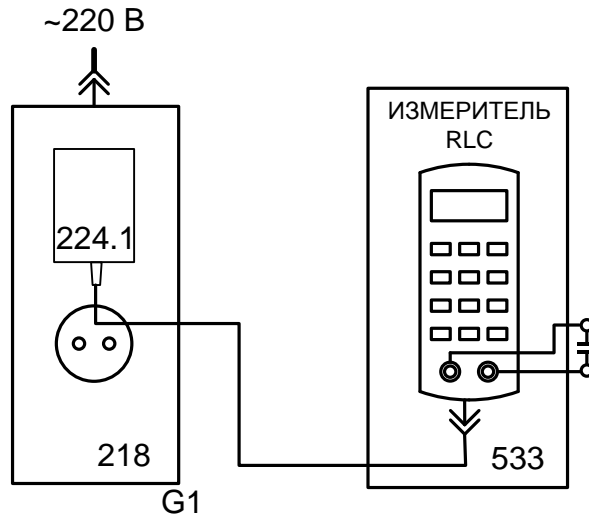

Рис. 1.4.2. Схема электрическая соединений для измерения параметров элементов электрических цепей прибором E7-22.
свободной розетке однофазного источника питания (218). Если прибор не включился, кратковременно нажмите левую верхнюю кнопку на лицевой панели прибора - . Схема электрическая соединений приведена на рис. 1.4.2. В качестве примера на рисунке показано подключение конденсатора при измерении емкости.